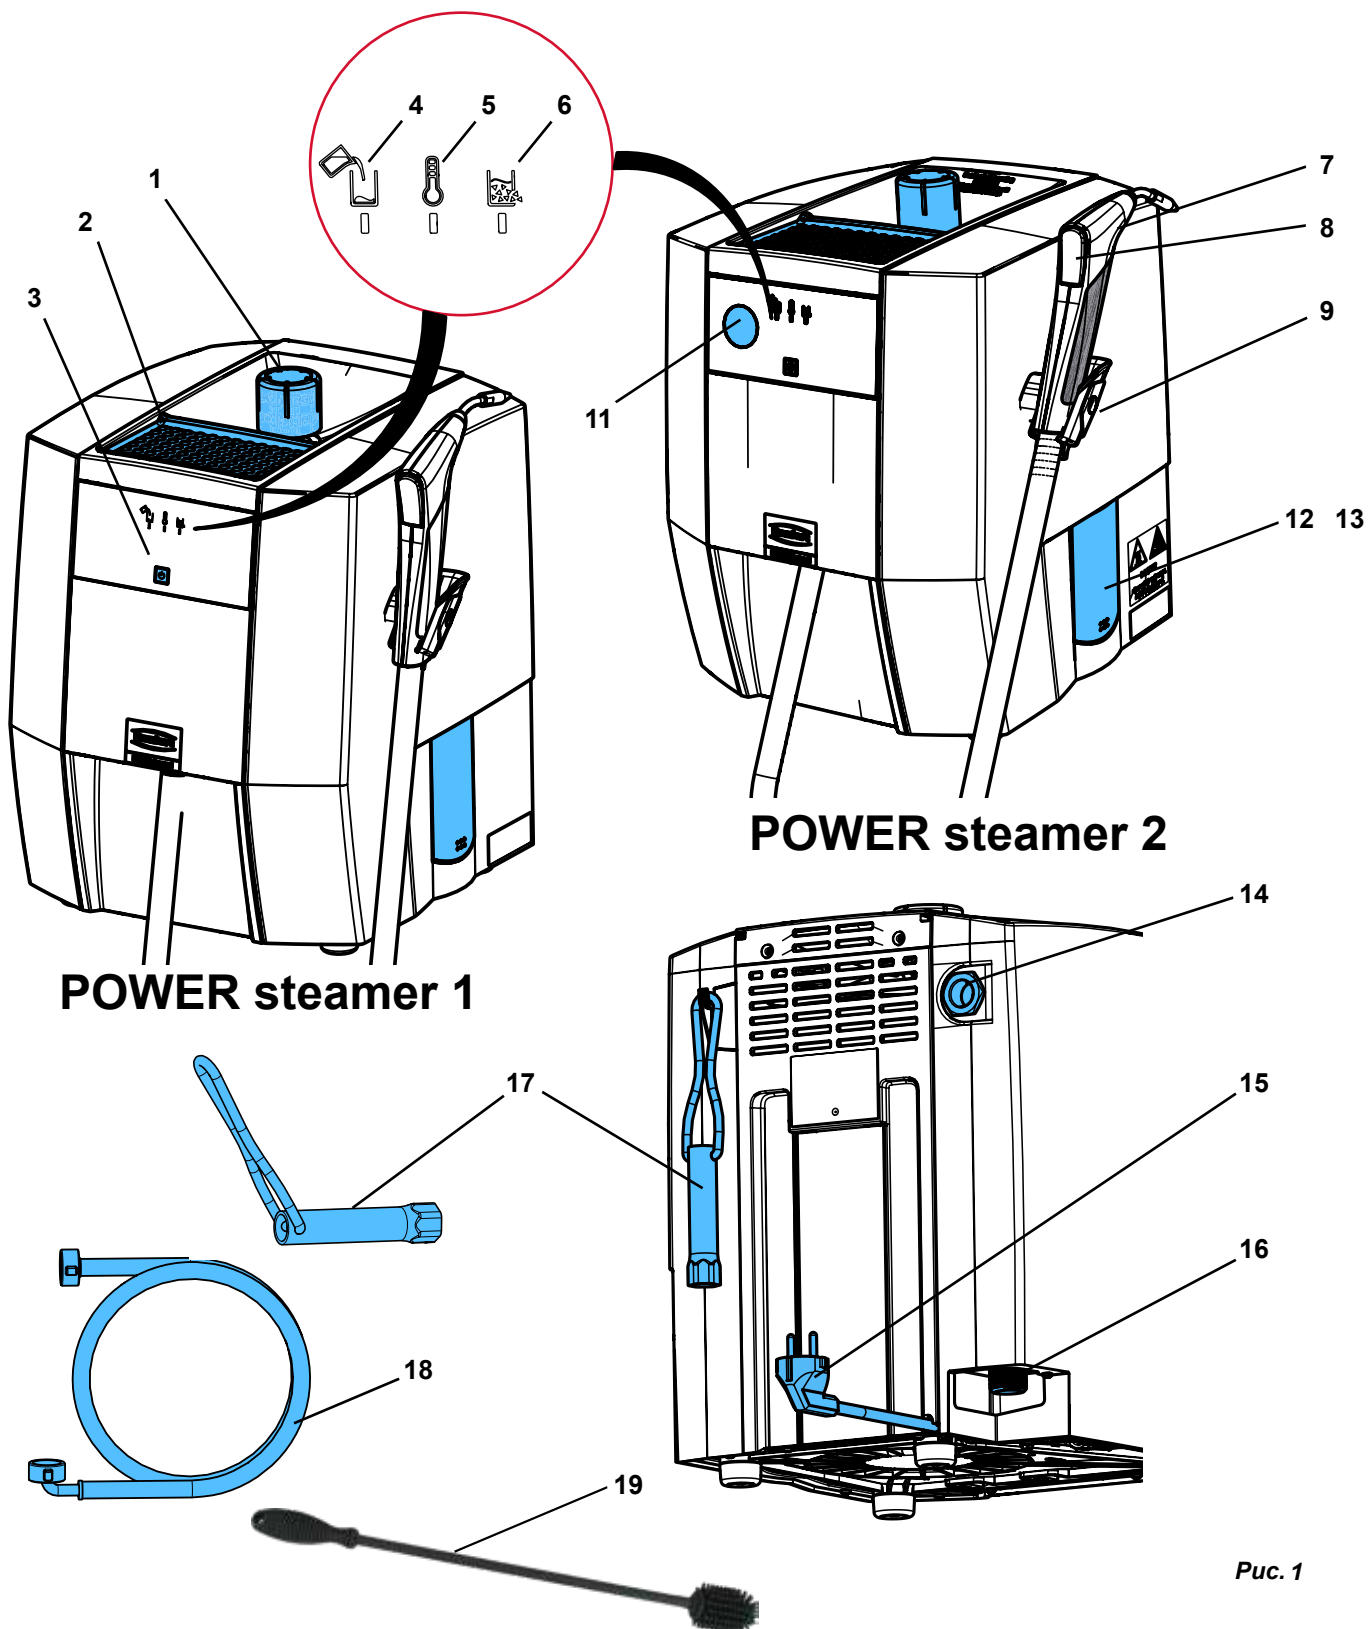

Рис. 1
- ▶ Установите устройство таким образом, чтобы на выходе пара из выпускного отверстия предохранительного клапана не возникало никакой опасности (14, рис. 1).
На подставке для модели (2, рис. 1) можно укладывать для высыхания гипсовые модели или модели из паковочной массы.
⇒ Вкрутите крышку бака (1, рис. 1).
**Устройство установите таким образом, чтобы при выходе пара из выпускного отверстия предохранительного клапана (14, рис. 1) не возникало какой-либо опасности (например, не ставить перед розеткой).**
**Выпускное отверстие предохранительного клапана (14, рис. 1) никоим образом не должно быть закрыто или заблокировано.**
Опасность из-за водяного пара под давлением! Перед открытием замка контрольного окна убедитесь, что напорный резервуар не находится под давлением. Для этого откройте и снимите крышку бака (1, рис. 1).
- ⇒ Устройство установите так, чтобы вода из контрольного отверстия (12/13, рис. 1) могла стекать в раковину.